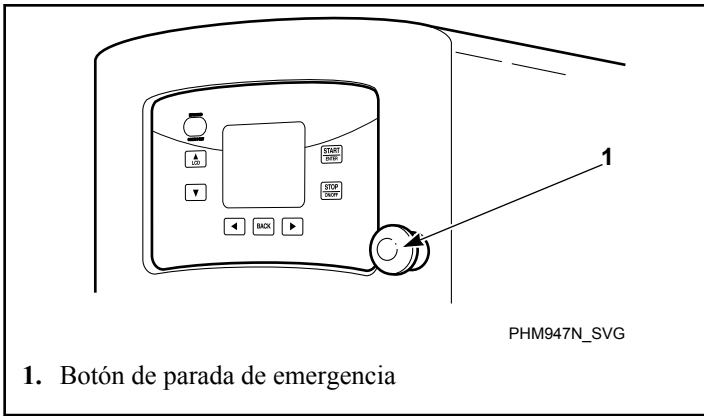

Figura 37
9. El botón de parada de emergencia (consulte *Figura 37*) debe ser presionado para poner fin a la operación de la máquina cuando se presente cualquier condición de inseguridad durante la operación de la misma.